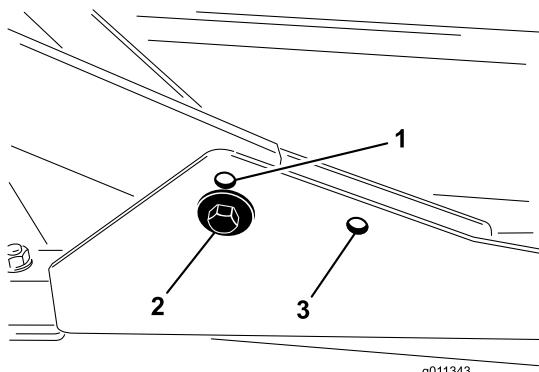

Bild 2
1. Befestigen Sie den vorderen Trägerrahmen für Schnitthöhen im Bereich von 2 cm bis 7,6 cm in den unteren vorderen Befestigungslöchern (Bild 2).
2. Befestigen Sie den vorderen Trägerrahmen für Schnitthöhen im Bereich von 6,3 cm bis 10 cm in den oberen vorderen Befestigungslöchern (Bild 2).
Das Heckmähwerk muss für alle Schnitthöhen in den hinteren Befestigungslöchern befestigt sein (Bild 2).